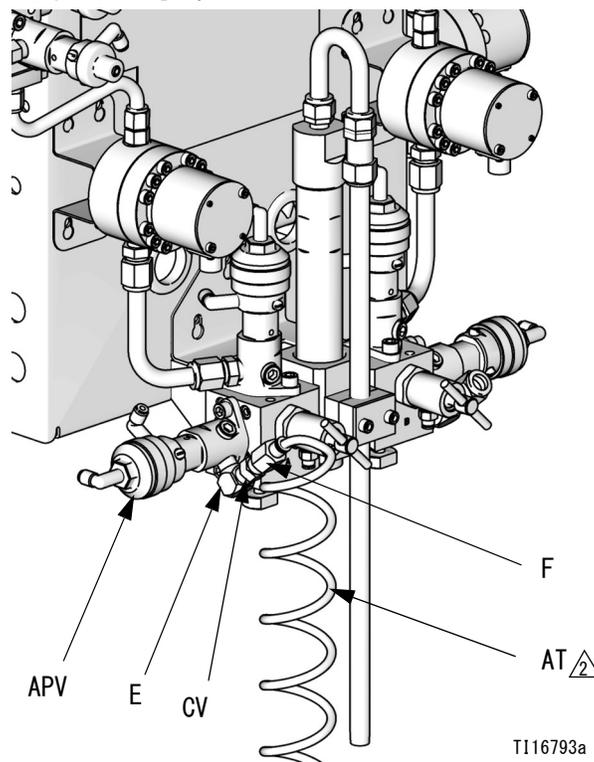

図 9. パージ給気チューブとチェックバルブ
5. 図 9 を参照してください。提供されているエルボー (E)、チェックバルブ (CV)、およびチューブ取り付け金具 (F) をエアパージバルブ (APV) のインレットに取り付けます。7.6 m (25 フィート)、6 mm (1/4 インチ) 外径のパージエアチュービング (AT、付属) を使用して、清潔で乾いている給気をエアパージインレットにある取り付け金具に接続します。必要に応じてフィルタ / ドライヤーを取り付けます。